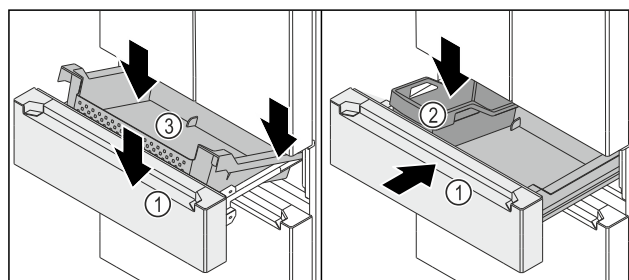

Fig. 151
- ❑ Il carrello di estrazione Fig. 151 (1) è estratto.
- Posizionare il contenitore Fig. 151 (3) nella parte posteriore, sulle guide a destra e a sinistra.
- Abbassare il contenitore Fig. 151 (3) in avanti, in modo che lo stesso Fig. 151 (3) circonda le guide a destra e a sinistra.
- Inserire il FlexBox Fig. 151 (2).
- Inserire il carrello di estrazione Fig. 151 (1).